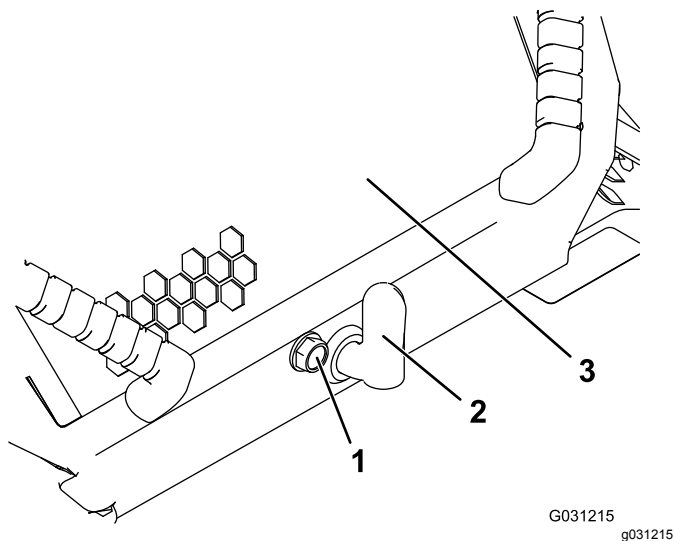

Рисунок 39
1. Ослабьте запорный винт капота (Рисунок 39)
2. Поверните защелку капота по часовой стрелке (Рисунок 39).
3. Поднимите рукоятки и поднимите капот вверх (Рисунок 39).
3. Затяните запорный винт капота, чтобы закрепить защелку (Рисунок 39).